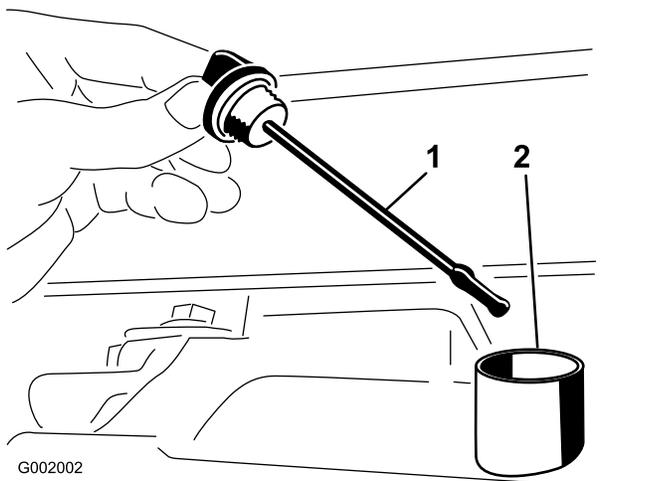

Bild 55
2. Nehmen Sie den Peilstab des Getriebes heraus und wischen Sie ihn mit einem sauberen Lappen ab (Bild 55).